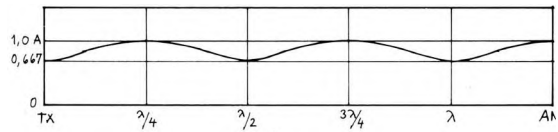

Fig. 4b.
c) Kurven bliver en tilnærmet sinuskurve. For at kunne tegne kurven i fig. 4b antager vi en vilkårlig værdi af strømmen i 50 ohms-belastningen, f.eks. 1 A, svarende til en afsat effekt på 50 W. Da kablet er tabsfrit, afgiver senderen de samme 50 W til 112,50 ohm, hvorfor strømmen iflg. Ohms lov må være 0,667 A. De to nævnte strømværdier gentager sig for hver halve bølgelængde, man kommer frem eller tilbage, forløbet bliver som fig. 4b viser. Forholdet mellem maksimum og minimum strøm er iflg. dette $1,0/0,667 = 1,5$, hvilket stemmer overens med, at standbølgeforholdet er bestemt af SWR $7 = 75 \text{ ohm}/50 \text{ ohm} = 1,5$.